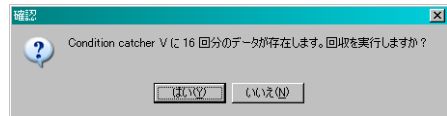

図 44. 本体の記録されている計測回数を通知するメッセージ
- ①パソコンの電源を投入し、『コントロール・ソフトウェア』を起動し、初期画面を表示します。
- ②Condition catcher V本体の電源を投入し、ネットワークに接続します。
- ③初期画面の『計測条件設定』ボタンをクリックし、計測条件設定画面を表示します。
- ④ツールバーの『IPアドレス』に、対象とする本体のIPアドレスを入力し『計測データの回収』ボタン（左から4番目）をクリックします。
- ⑤本体にデータが記録されている、計測回数^{※1}が図44のように表示されます。確認して『はい』ボタンをクリックしてください。
- ⑥回収を実行するとWindowsの保存ダイアログが表示されます。ここで、保存先と保存ファイル名を指定して『保存』ボタンをクリックしてください。
- ⑦本体に複数の計測回数^{※1}分の計測データが存在する場合には、繰り返し保存ダイアログが表示されますので、その都度保存を実行してください。計測回数^{※1}ごとに、それぞれ個別のファイルとして保存されます。
- ⑧ここで保存した計測データは、パソコンの画面に波形として再表示したり、表計算ソフトで読み込み可能なファイル形式に変換することができます。これらの操作については26ページの『計測データの管理』を参照してください。